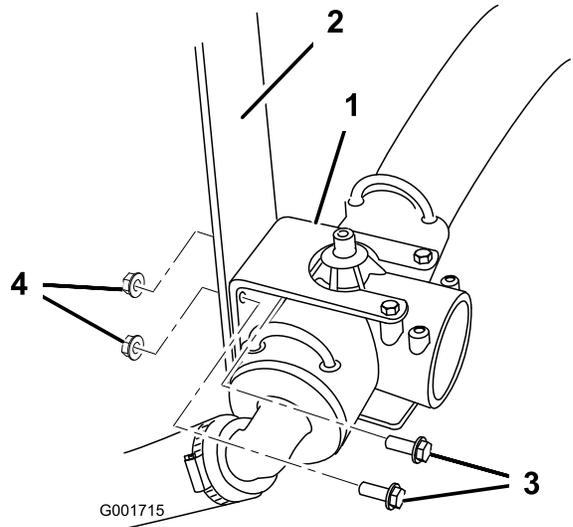

図 7
2. 送液 T 字フィッティングの取り付けブラケットを車体に固定しているボルト (2本) とナット (2個) を外す (図 7)。ボルトナットは後で使用する。